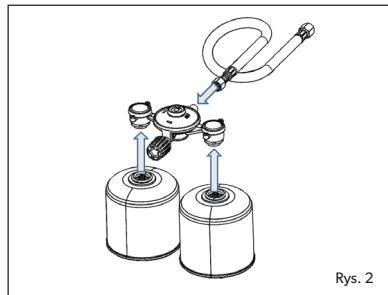

Rys. 1
- Przed podłączeniem zbiornika gazu do urządzenia należy sprawdzić czy uszczelki (rys. 1) znajdują się na swoim miejscu i czy są w dobrym stanie. Nie wolno używać urządzenia, jeśli uszczelki są uszkodzone lub zużyte. W razie wątpliwości należy wymienić uszczelki przed użyciem.